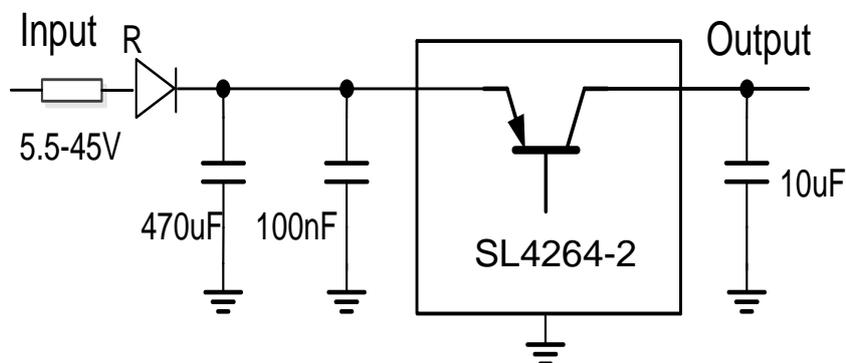

图 6-1 典型应用电路
2) 图 6-1 给出了一种典型应用电路。为了确保控制环稳定，输出端需要一个容值至少 1uF、ESR 最大 4R 的输出电容。钽电容和多层陶瓷电容都合适。
4) 为了缓冲电源线影响，图 6-1 所示的应用电路中另加了一个 470uF 的电解输入电容。如果器件由几米长的电源线供电，则推荐使用该电容。